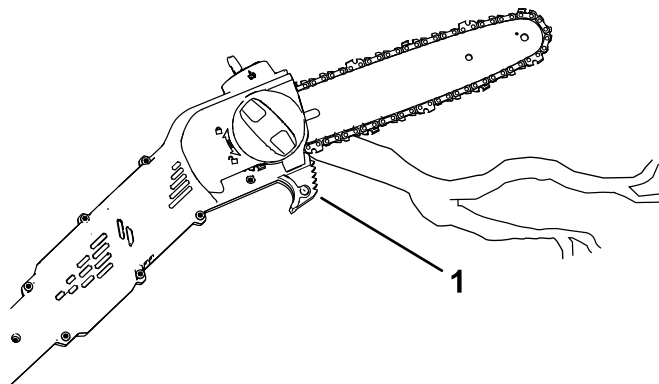

Figura 11
5. Corte con la rama cerca de la parte trasera de la espada, cerca de la guía de corte; presione la cadena de la sierra ligeramente contra la madera y deje que el peso de la sierra de pértiga dirija el corte (Figura 11).